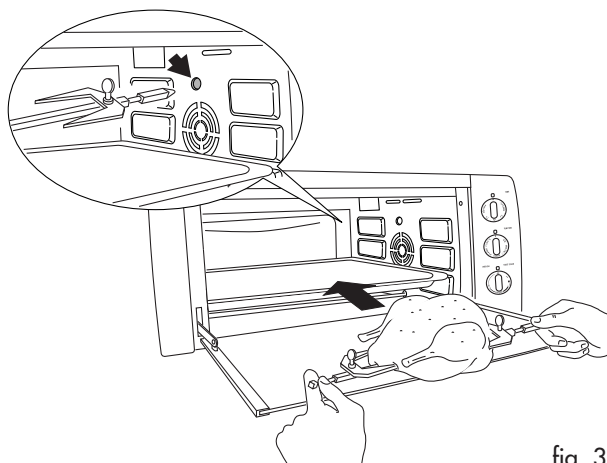

fig. 3
- Introduzca la charola (H) en la guía 3 y coloque el espetón (I) en la base del asador (O) (fig. 3).
- Gire la perilla del termostato (A) hasta la posición TOAST/BROIL.
- Gire la perilla para la selección de funciones (D) hasta la posición BROIL & ROTIS.
- Gire la perilla para ajustar el tiempo (B) hasta la posición "ON".